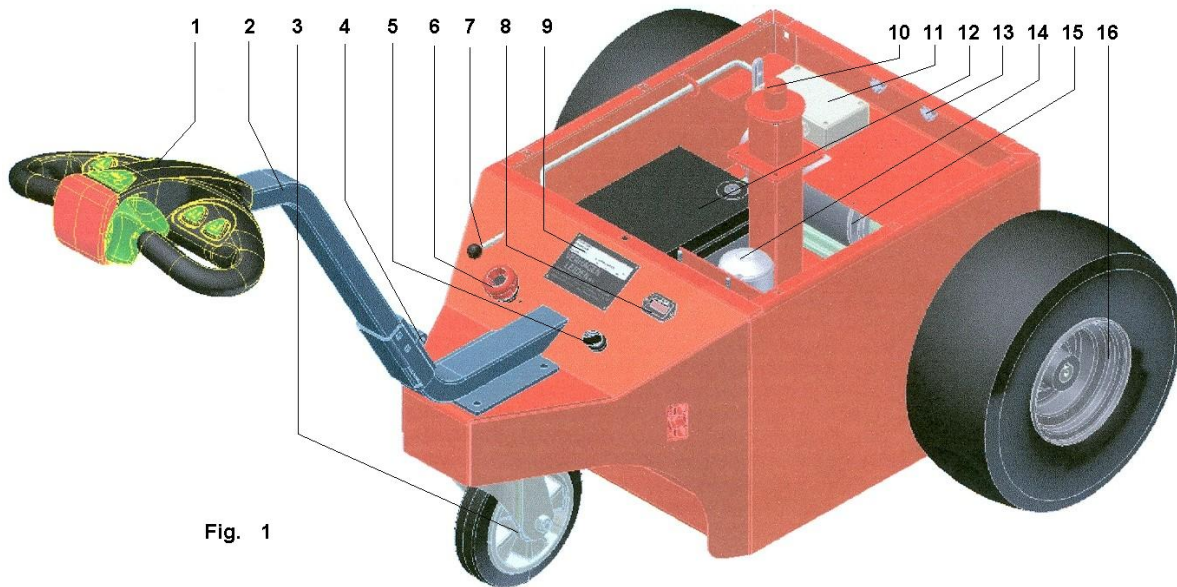

Fig. 1
5.3 Bediening en werking (zie foto, fig. 1)
Met het contactsloot (5 fig. 1) worden de batterijen afgeschakeld, **altijd de batterij af schakelen bij onderhoud aan de Multi-Mover XL50.**